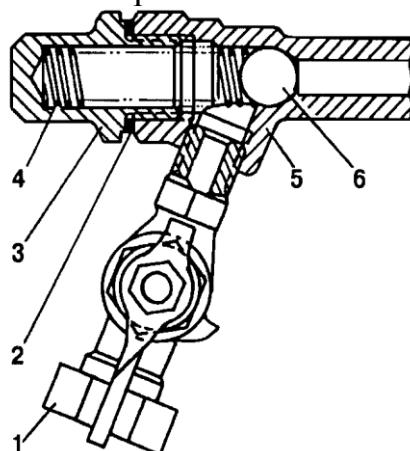

Рис.22. Предохранительный клапан и краник масляного радиатора:
**Предохранительный клапан и краник включения масляного радиатора** (рис.22) установлены на впускной магистрали масляного радиатора.